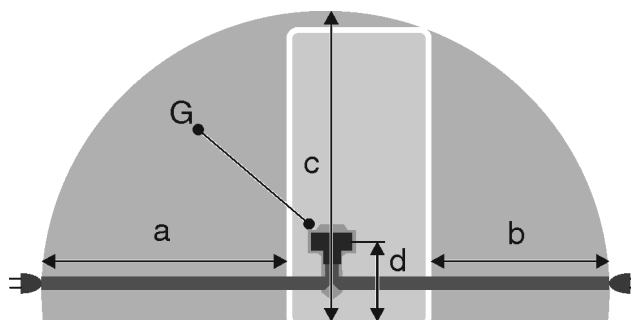

Fig. 35*
- La presa non si trova dietro all'apparecchio bensì nelle aree a o b *Fig. 35 (a, b, c)*.
- ▶ Inserire la spina *Fig. 35 (G)* sul retro dell'apparecchiatura. Accertarsi che si innesti correttamente.